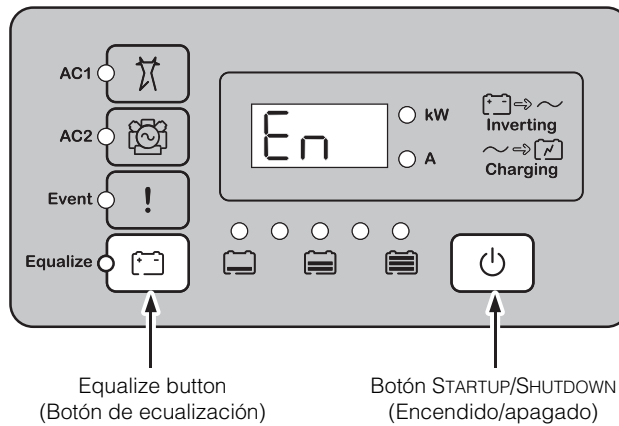

Figura 3-18 Modo habilitado
- ◆ En el panel de información del inversor, pulse simultáneamente los botones STARTUP/SHUTDOWN (Encendido/apagado) y Equalize (Ecualizar). El Conext XW+ ahora está habilitado, y aparece brevemente **En** (habilitado) en la pantalla de información del inversor, como se ve en la Figura 3-18.